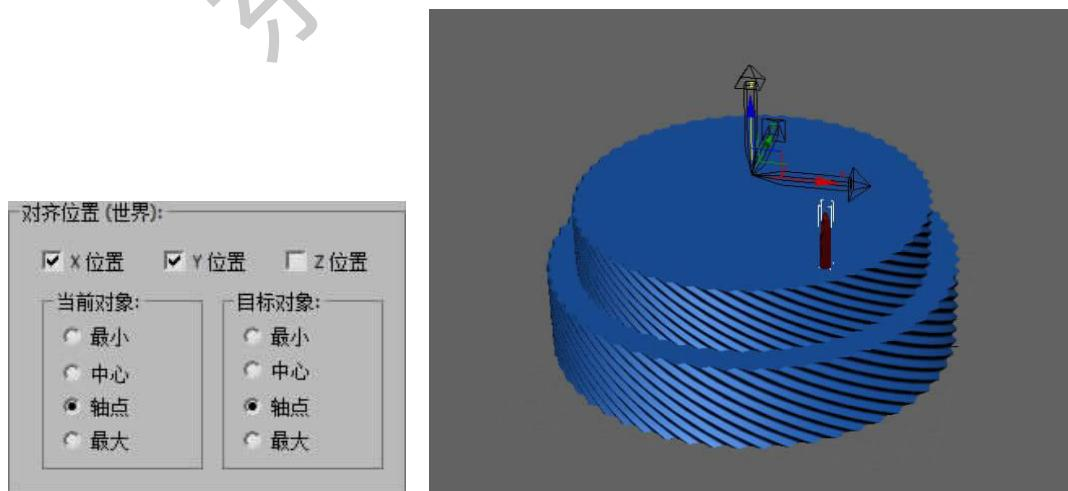

图 2-69 对齐轴
Step 13. 选择对齐工具，点击蛋糕，将蜡烛的轴心对齐到蛋糕的轴心上，如图 2-69 所示。